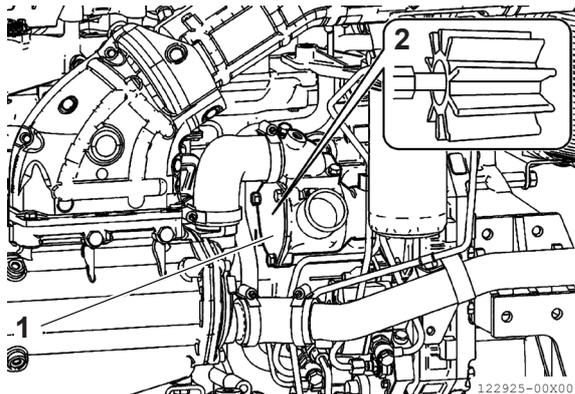

Abbildung 19
- Entfernen Sie nach dem Zugriff auf das Pumpenrad die hintere Abdeckung (**Abbildung 19, [1]**).
- Führen Sie eine M16 × 1,5-Schraube (**Abbildung 19, [2]**) in die Pumpenradwelle ein.
- Entfernen Sie den Rotor, indem Sie die Schraube (**Abbildung 19, [2]**) langsam lösen.